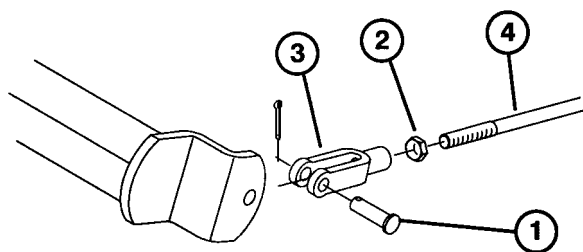

図 39
2. ブレーキが片効きであれば、ジャムナットを外して、クレビスを調整する（図39）。
3. クレビスをブレーキ・シャフトに取り付ける（図39）。